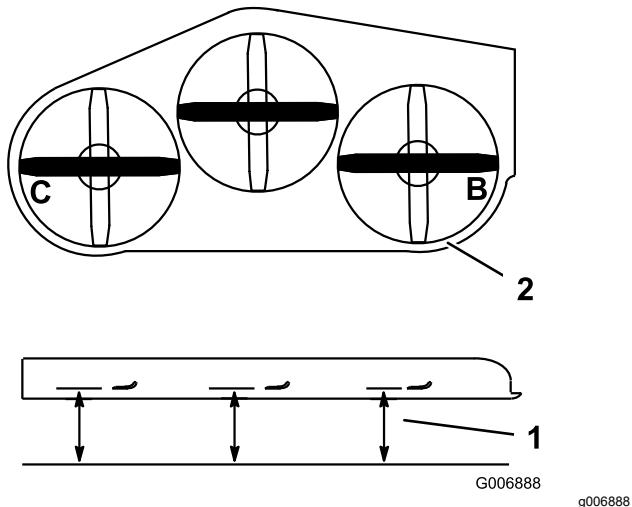

Figura 89
- Mida en las posiciones **B** y **C** desde una superficie nivelada hasta el filo de corte de los extremos de las cuchillas (Figura 89).